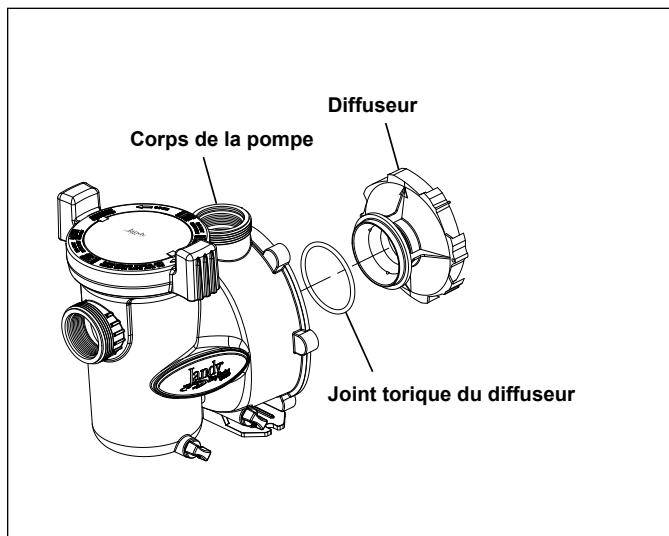

Figure 18. Vue éclatée du corps de la pompe et du diffuseur
6. Remettre les deux (2) petites vis à tête cruciforme. Serrer les vis pour appuyer le diffuseur contre la plaque arrière du moteur.
7. Pour aider à prévenir les fuites d'air dans le circuit, s'assurer que le joint torique du diffuseur, la rainure du joint torique et le joint torique sont propres et exempts de débris. Si on a enlevé le diffuseur du joint torique, s'assurer de l'installer sur la gorge d'où il a été enlevé. (Voir la Figure 18.) Si de la graisse est utilisée pour retenir le joint torique, elle doit être à base de silicone. *Ne pas employer de graisse à base de pétrole.* Cela détruira le joint torique.
8. Faire glisser le diffuseur dans le trou d'accouplement, dans le corps de pompe. Tout en soutenant le moteur, fixer deux (2) vis de part et d'autre. (Cela tiendra le moteur en position pendant que vous démarrez les six autres (6) vis.)